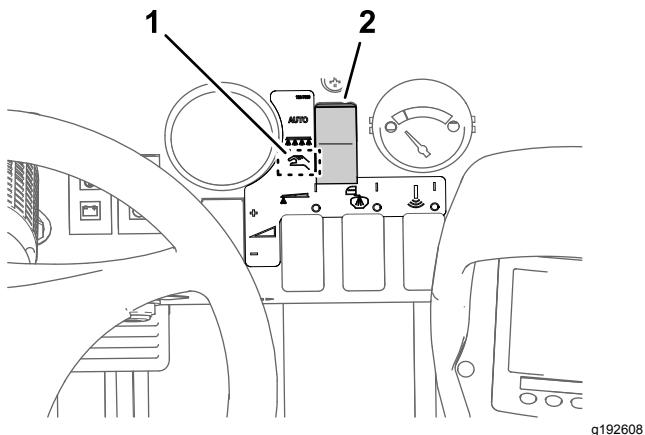

Bild 38
- Stellen Sie die Taste für den Sprühmodus auf den manuellen Modus (Bild 38).